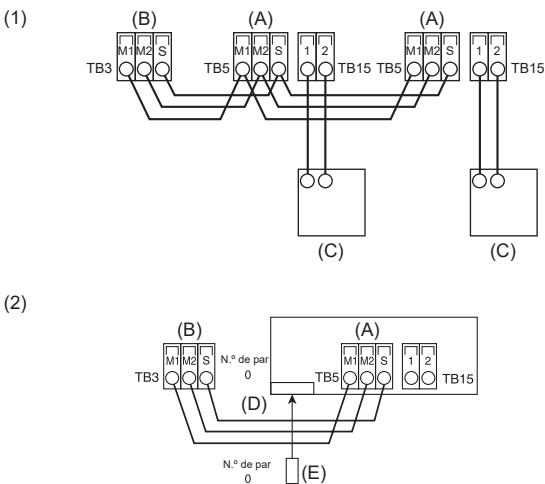

Fig. 6-6
6.4. Conexión de los cables de transmisión del mando a distancia y de las unidades exterior e interior (Fig. 6-6)